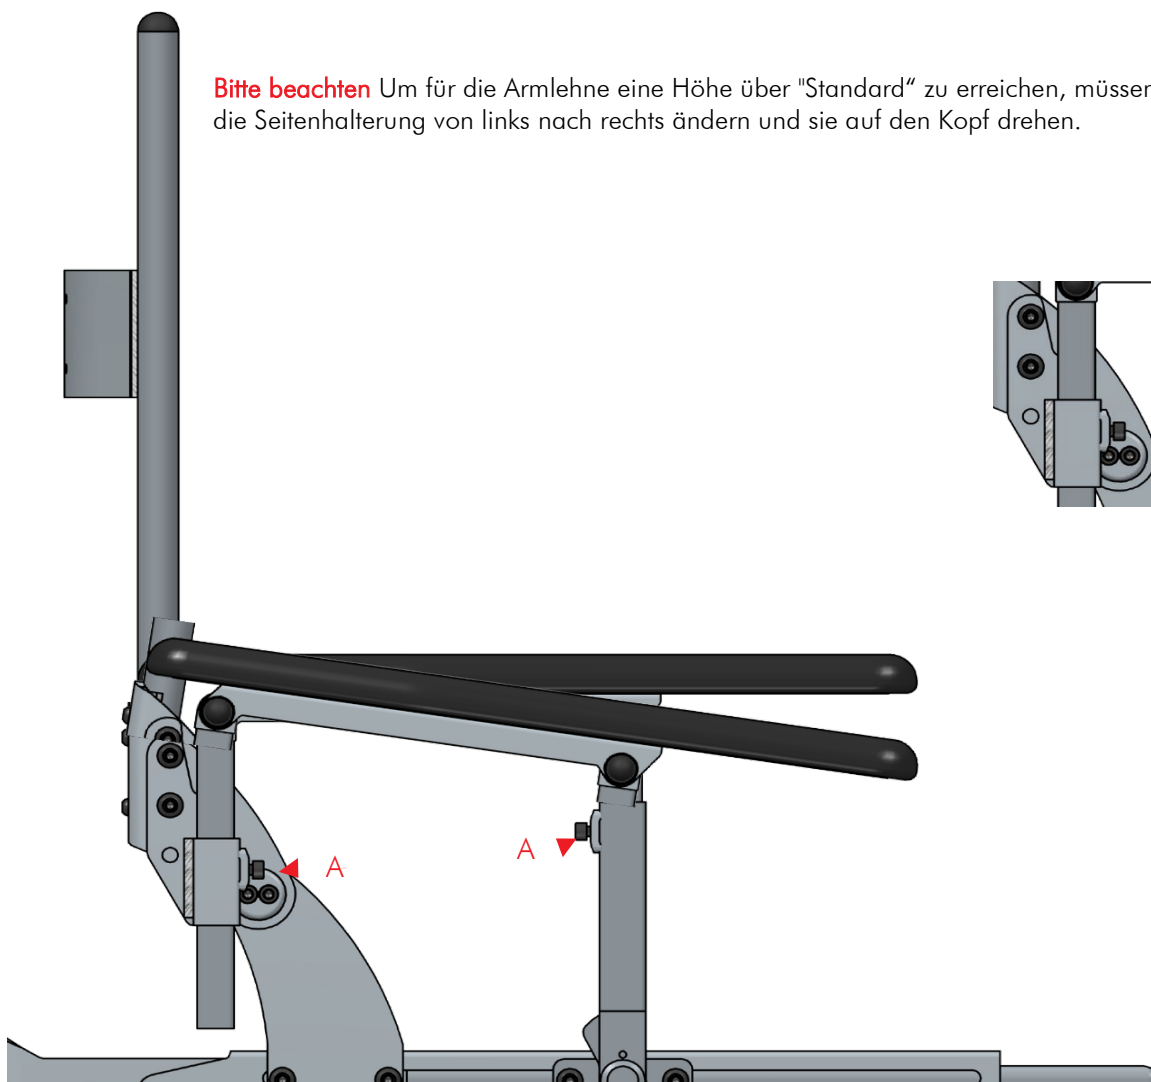

Abbildung 5
1. Lösen Sie die vier Bolzen (Abb. 5 - Pos. A).
3. Ziehen Sie die vier Bolzen an (Abb. 5 - Pos. A).